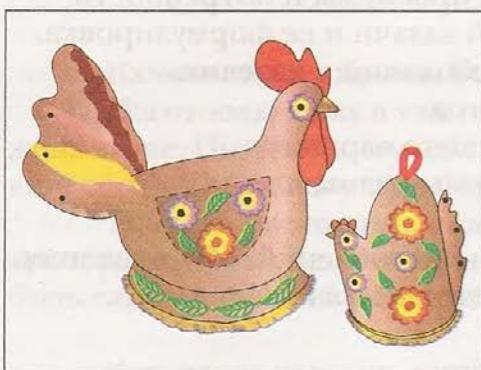

Рис. 131. Грелка на чайник
- Кухонный набор: грелка на чайник и прихватка (рис. 131) с оборками из кружев и накладным карманом на грелке. Оформление — цветная художественная гладь.